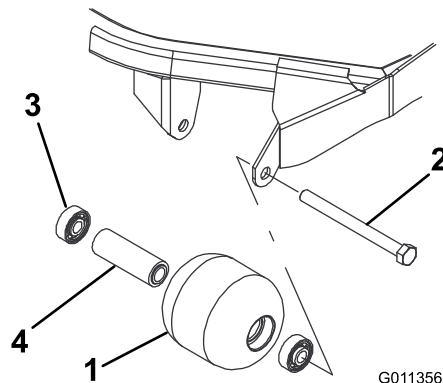

Figure 94
1. Retirez le boulon de fixation du galet (Figure 94).
4. Vérifiez l'état du logement de roulements, des roulements et de la douille d'écartement (Figure 94) Remplacez tout composant endommagé et procédez au remontage.
1. Enfoncez le premier roulement dans le logement à la presse (Figure 94). Exercez la pression uniquement sur la bague extérieure ou uniformément sur les bagues intérieure et extérieure.
2. Insérez l'entretoise (Figure 94).
3. Enfoncez le second roulement dans le logement à la presse (Figure 94). Exercez une pression uniforme sur les bagues intérieure et extérieure jusqu'à ce que la bague intérieure rencontre la douille d'écartement.